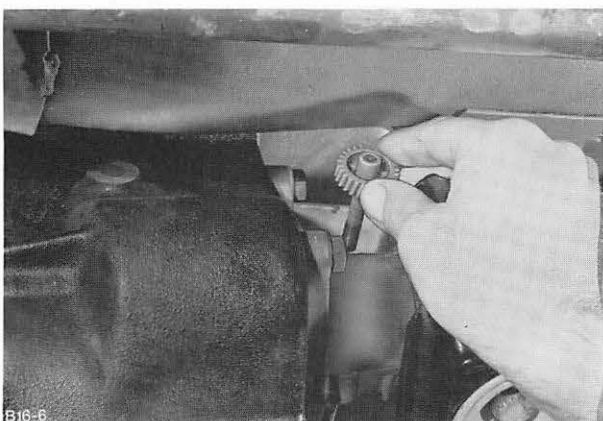

Abb. 20 Tachoantriebsritzel („B“-Getriebe)
4. Antriebsritzel ausbauen. Abb. 20.